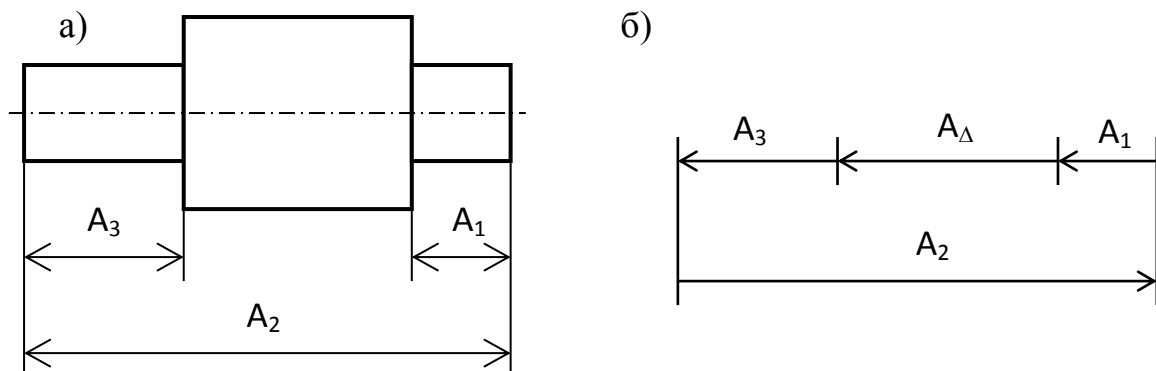

Рисунок 3 – Эскиз детали (а) и схема детальной размерной цепи (б)
12. Какой вариант заклепочного соединения (рисунок 3) является более технологичным?